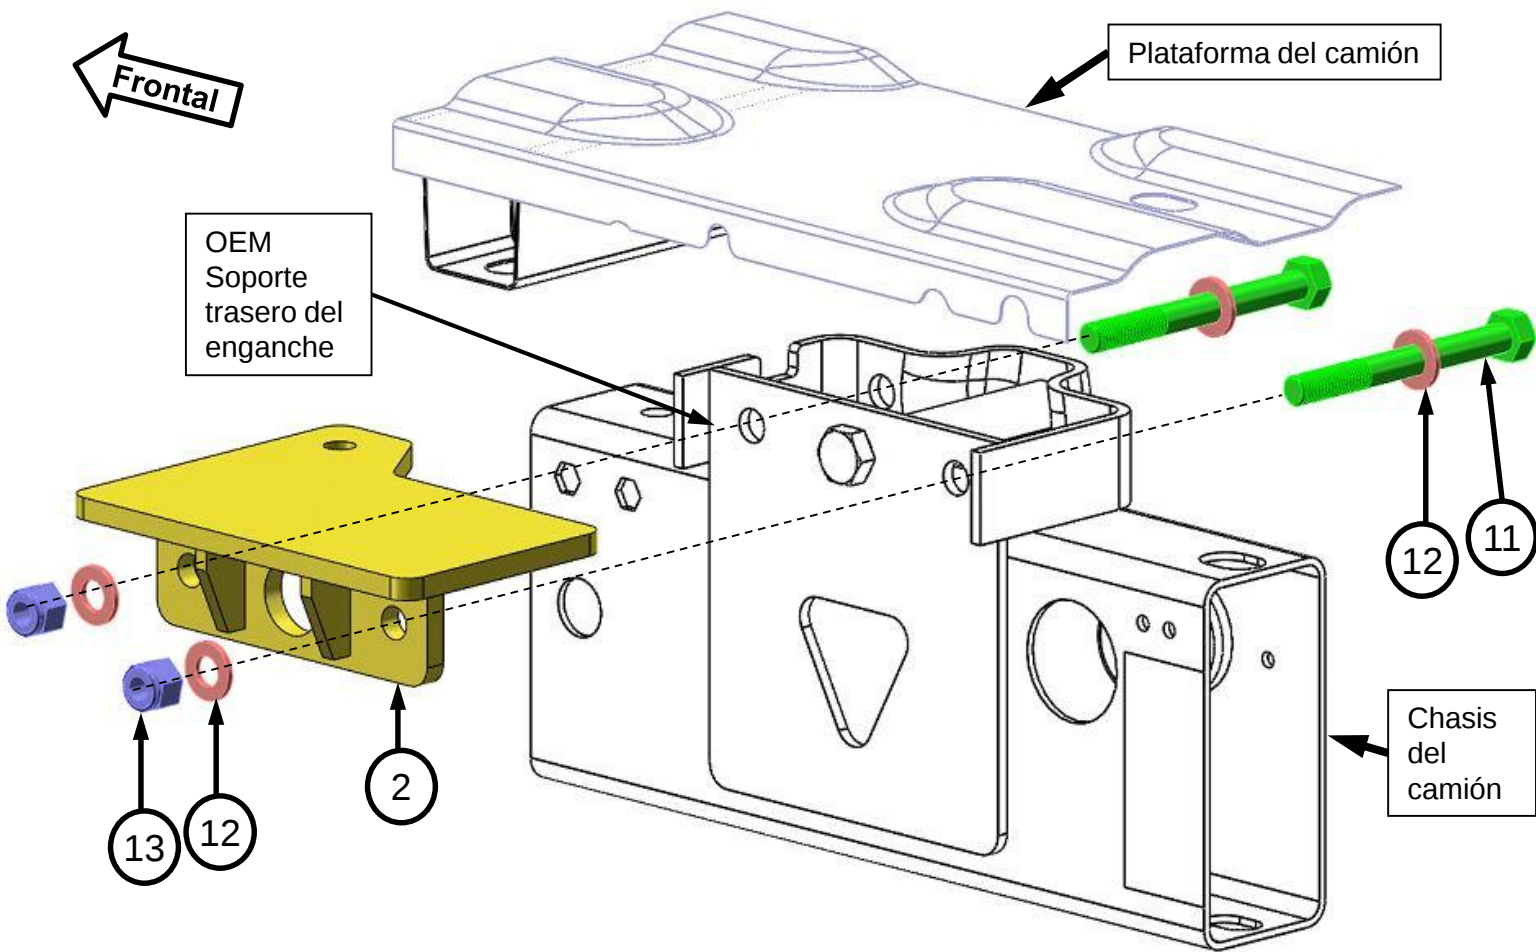

Figura 13
23. Repita el paso 22 para instalar el soporte trasero del lado del pasajero (item # 4) como se muestra en la Figura 13.